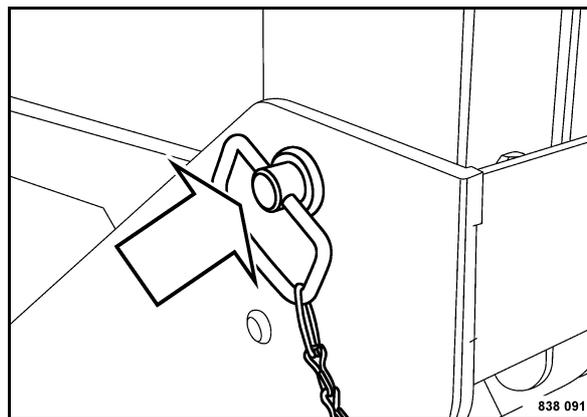

Fig. 132
- Inserire il bullone di sicurezza (Fig. 132) e bloccarlo.